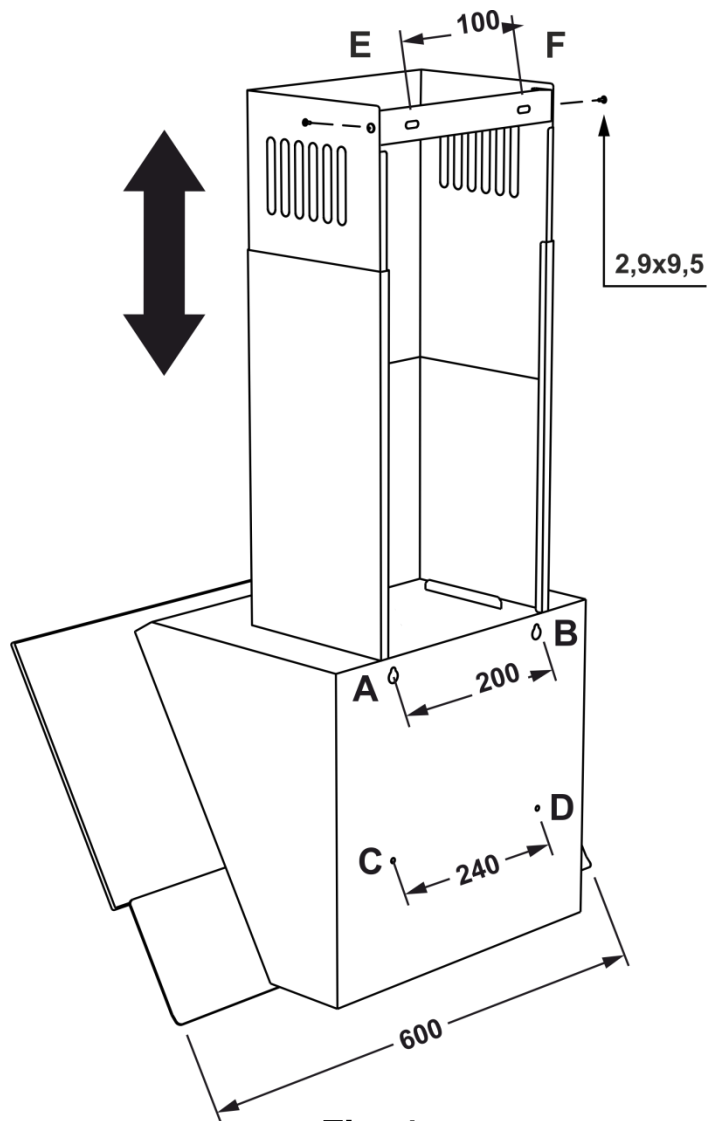

Fig. 4
6.4 Fixer la hotte vers le placard il est recommandé avec l'utilisation des 4 vis auto de forage 4,8x13 DIN968 de l'intérieur de la hotte (les vis auto de forage dans le composition de l'ensemble fourni ne font pas partie). (fig. 4 / 4.1).